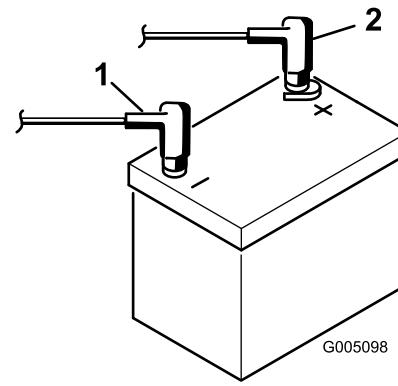

図8
8. 赤いプラスケーブルをバッテリーのプラス端子に、黒いマイナスケーブルはバッテリーのマイナス端子にはめ、ボルトとナットで固定する図8。ショート防止のために端子にゴムキヤップをかぶせる。